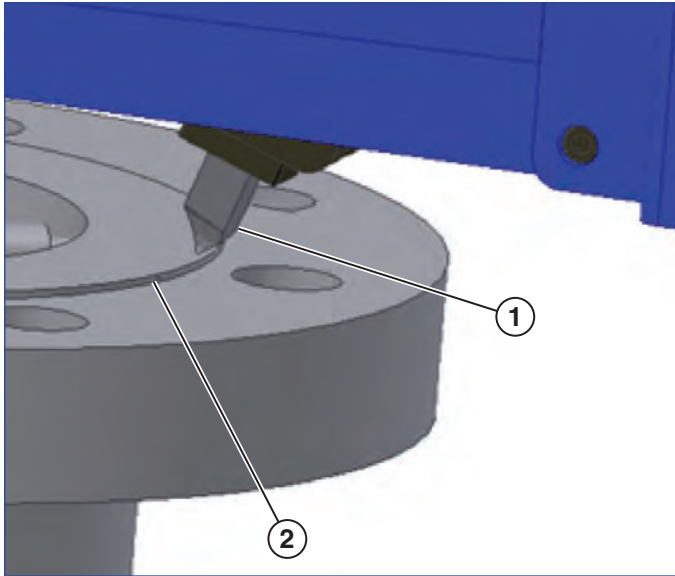

Abb. 13
1. Verwenden Sie den Knarrenschlüssel, um den Werkzeugeinsatz etwas über dem Außendurchmesser der zu bearbeitenden Fläche zu positionieren (*siehe Abb. 13*).